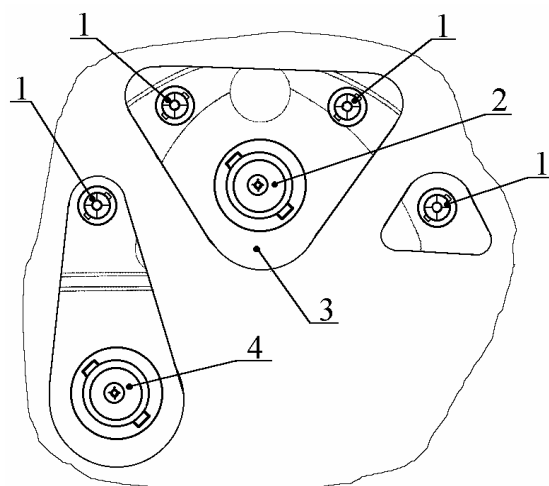

Рис. 28. Замена ламп заднего фонаря:
8.5.2. Снять патрон 1 (рис. 28) с лампой, неисправность которой выявлена при проверке, из фонаря 3 заднего.